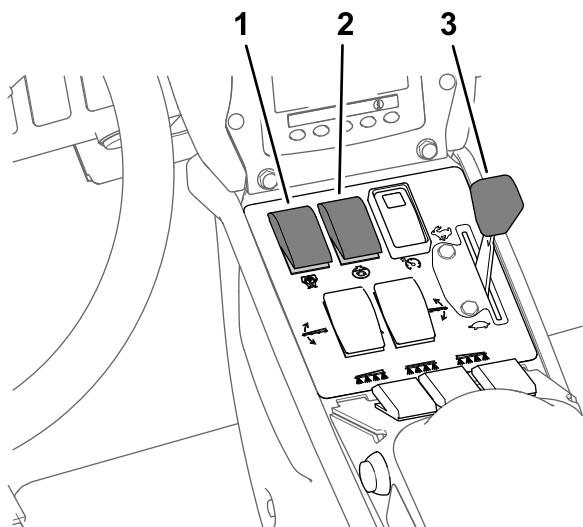

图 43
7. 将泵开关设定至开启位置图 43。
8. 将油门杆移至快速位置图 43 让发动机运行 10 分钟。